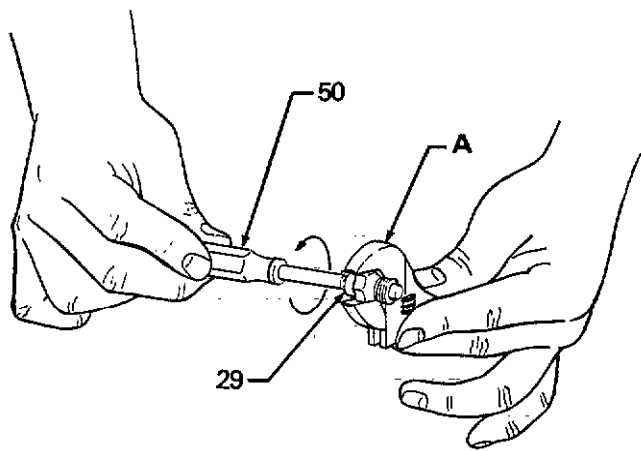

Fig 20
3. Sujetar el cuerpo de la válvula con una llave (A). Utilizar el útil (50) y girar en sentido de las manecillas del reloj para liberar el vástago de la aguja (29). Ver Fig.20.
9. Instalar una nueva válvula (30). Atornillar el vástago de la aguja (20) en sentido contrario a las manecillas del reloj en la válvula (30) con el útil (50), hasta que el vástago tope en la superficie de la junta. Ver Fig.20.